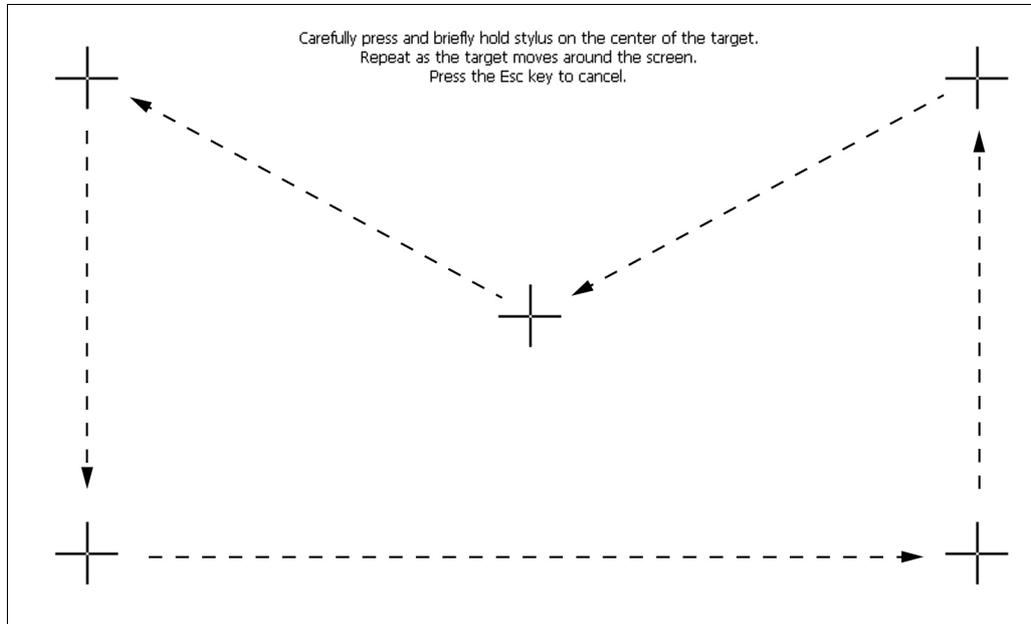

Abb. 30 Systemmenü, Einstellungen – Anzeige (Touch-Display kalibrieren)
- ▶ Der Kalibrierbildschirm wird geöffnet (Abb. 30).
3. Wenn Sie das Kreuz wieder loslassen, springt das Kreuz in die linke obere Ecke (Abb. 30). Wiederholen Sie den Vorgang, bis das Kreuz nicht wieder angezeigt und die Kalibrierung beendet ist.